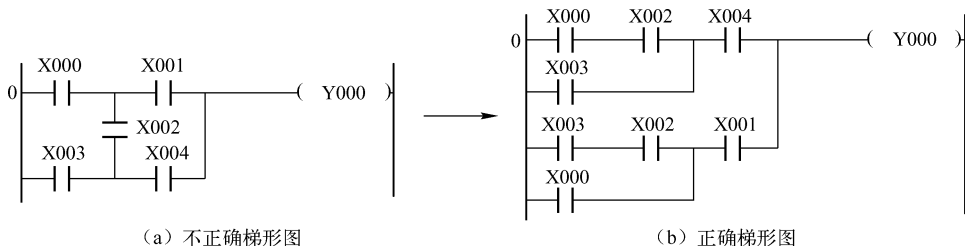

图 2.1.10 触点水平不垂直的梯形图
(3) 触点水平不垂直。触点应画在水平线上，不能画在垂直线上。图 2.1.10 (a) 所示梯形图中的 X002 触点被画在垂直线上，因此很难正确识别它与其他触点的逻辑关系，应根据其逻辑关系改为如图 2.1.10 (b) 所示的梯形图。